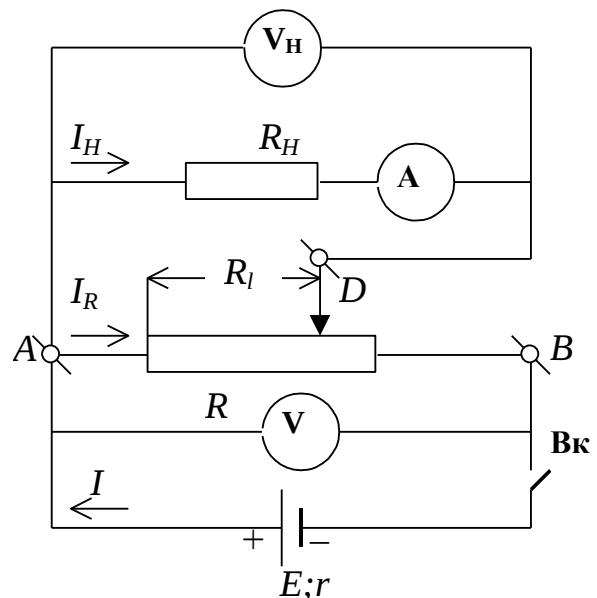

Рис.6
Рассмотрим схему электрической цепи (рис.6), в которой реостат работает как потенциометр (его также называют также делителем напряжения).
4. А каково соотношение между сопротивлением нагрузки R_H и сопротивлением потенциометра R ? Если выбрать потенциометр с большим сопротивлением, так что $R \gg R_H$, то такое решение является ошибочным, и вот почему. Действительно, пусть движок потенциометра находится вблизи клеммы B (рис.6). Тогда большой ток нагрузки пройдет через участок DB потенциометра, имеющий малое сопротивление, в результате источник тока окажется замкнутым на малое суммарное сопротивление, что повлечет протекание по указанному участку значительного тока, который может оказаться выше номинального и привести к перегоранию этого фрагмента обмотки потенциометра.
Измерения. 1.Соберите электрическую цепь согласно схеме (рис.6), используя в качестве потенциометра тот же реостат с линейкой и нагрузку R_{H1} .